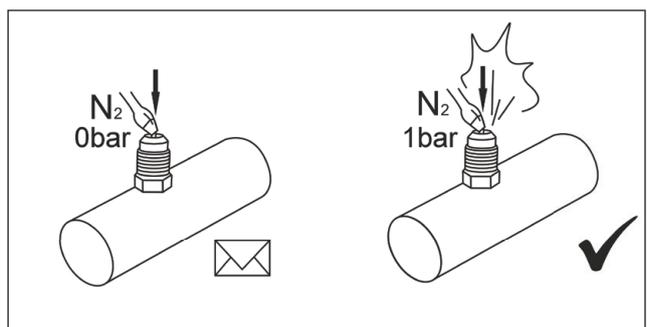

Abb. 8.5
4. Transportüberdruck prüfen. Der Verdampfer wird mit einer Schutzgasfüllung (ca. 1 – 2 bar) ausgeliefert (Abb. 8.5).